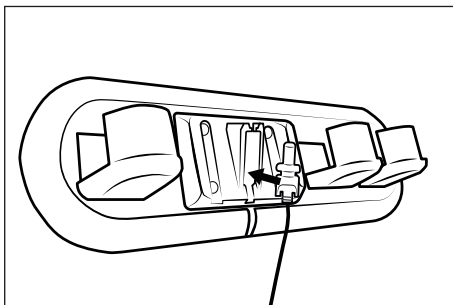

Fig. 4
- 1) Retirez le support mural **18** du support pour accessoires **17**. Insérez la fiche creuse **11** de l'adaptateur secteur **10** dans le support mural **18**, comme indiqué sur la figure suivante. Tournez la fiche creuse **11** pour la fixer (voir fig. 4).